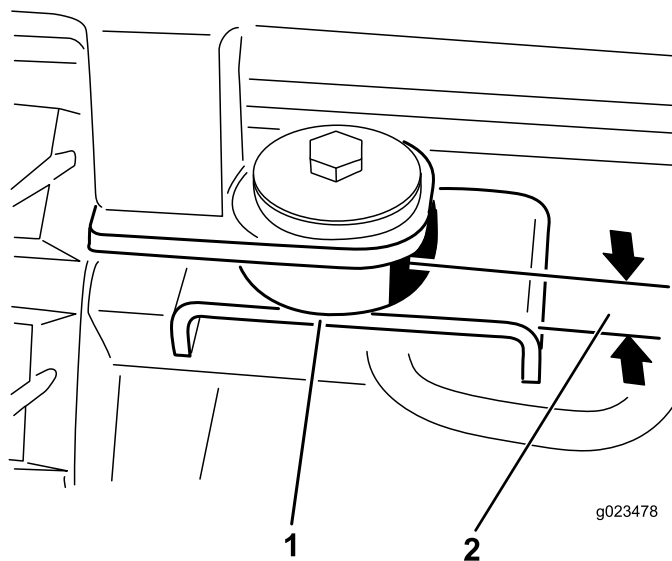

Figure 25
12. Sur les points de montage arrière, fixez la cabine à la machine au moyen d'un boulon (1/2 x 3 po), d'une rondelle d'acier (1/2 x 2-1/2 po), d'une rondelle de caoutchouc (1/2 x 2-1/2 po) et d'un écrou (1/2 po), comme montré à la Figure 25.